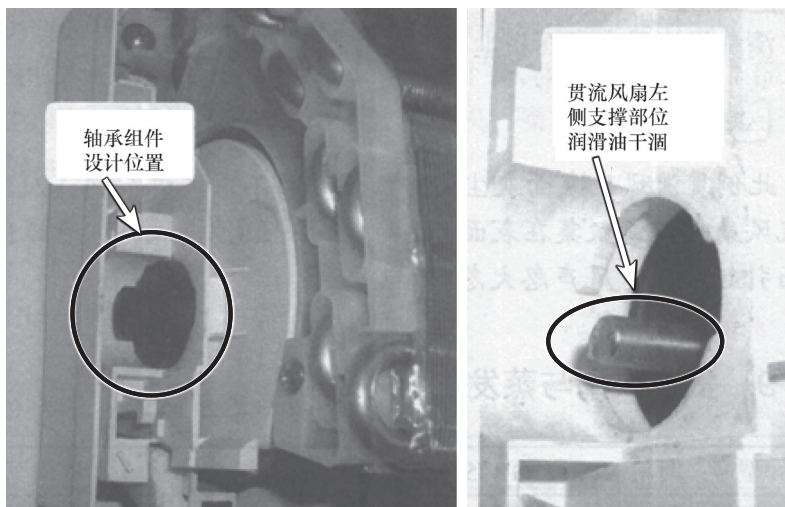
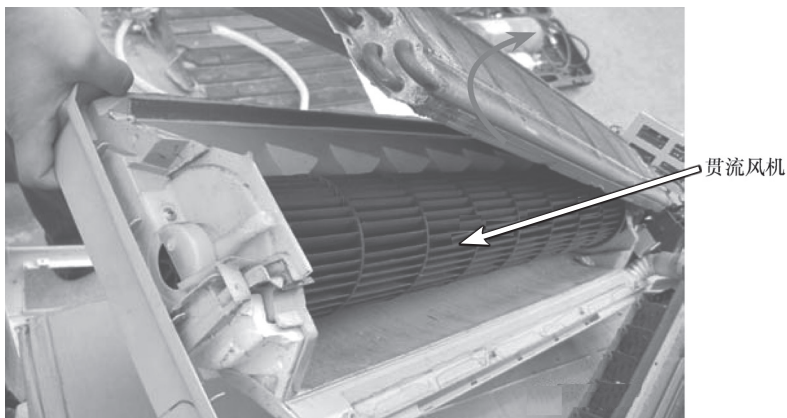

图 7-16 为轴承组件回流润滑油
图 7-17 贯流风机
4) 把内部清洗干净, 并加注高温润滑油, 如图 7-16 所示, 同时也将贯流风扇左侧支承清洗干净, 如图 7-17 所示, 再滴上几滴润滑油。